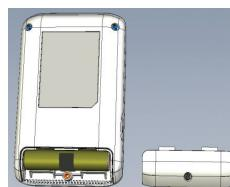
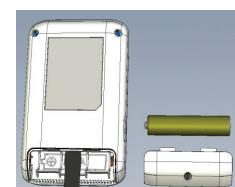

図1a
図1b
- 5.2.1. 電池を入れる／交換するには、機器の背面にある電池カバーを緩めて取り外します(図1a)。内蔵の布片を使用して古い電池を取り外し(入っている場合)、バッテリコンパートメントの内側に表示されている極性の指示に従って新しい電池を挿入し(図1b)、カバーを元に戻し、ネジを締めます。